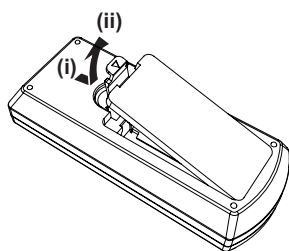

Fig.1
- 1) **Aprire il coperchio. (Fig. 1)**